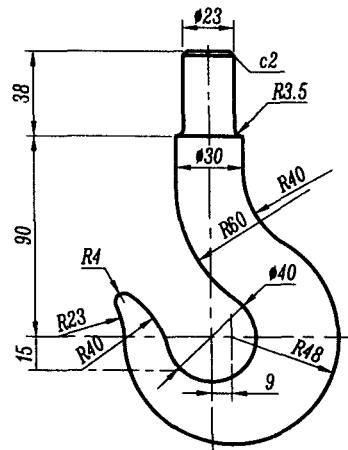

图 2.1 吊钩的平面图形
**例 2.1** 用计算机绘制出如图 2.1 中吊钩的平面图形。